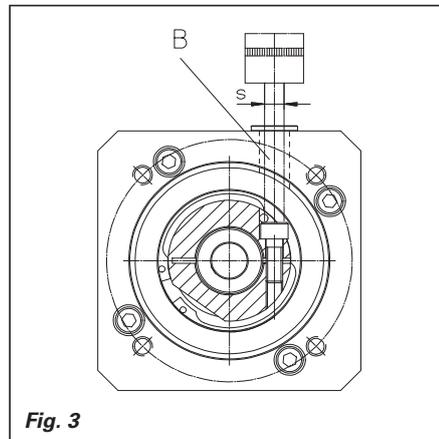

Fig. 3
- Serrare la vite di bloccaggio (3.30.160) o in caso di albero adattatore anche la vite di bloccaggio (3.40.080) sull'anello di bloccaggio. Allo scopo far passare la prolunga della chiave dinamometrica attraverso il foro di montaggio (B) (fig. 3). Coppia di serraggio  $M_A$  come da tabella.